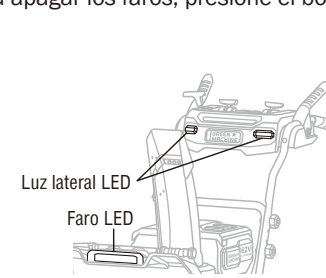

Fig. 11A
1. Las luces laterales LED están situadas a la izquierda y a la derecha del conjunto del asa. Los faros LED están situados en la parte delantera de la carcasa de la nieve. (Fig.11A)